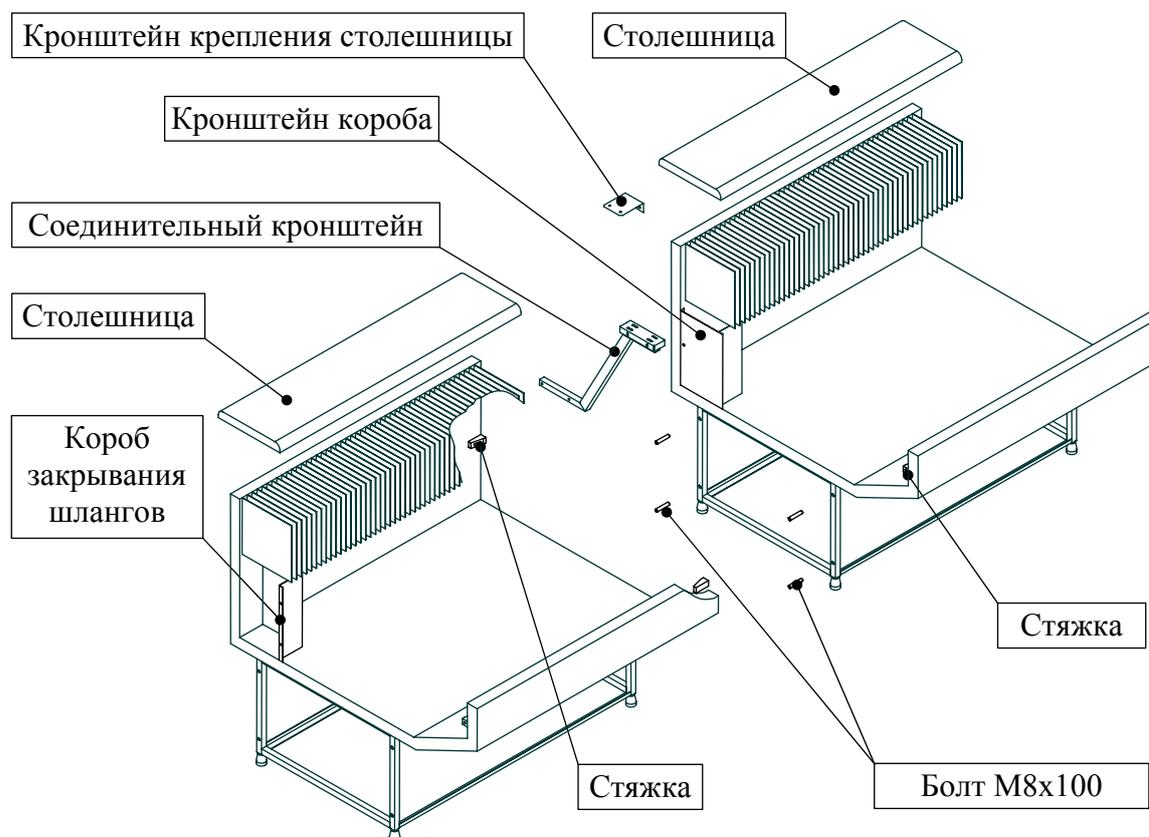
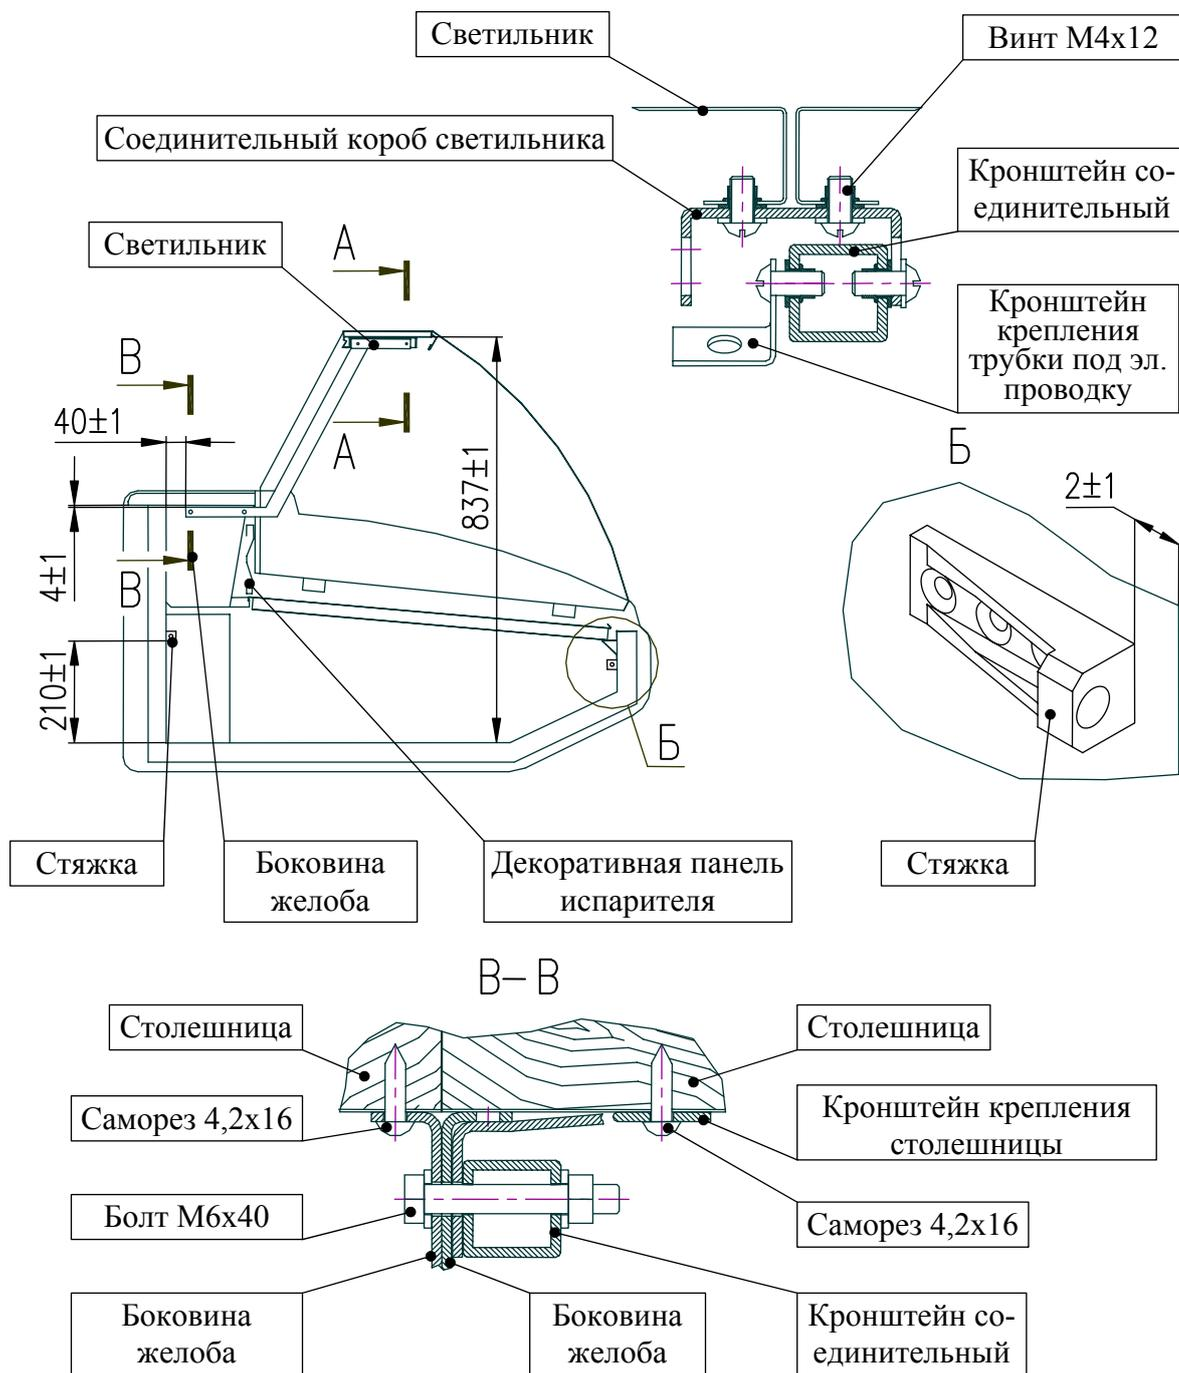

Рис. 10
Рис. 11
Для соединения холодильных витрин (далее витрин) в линию необходимо (см. рис. 10, 11):
- 2). Для крепления боковин желоба (см. рис. 11) к ванне необходимо заменить верхние саморезы 4.2x16 на саморезы 5x40.
- 3). Установить в указанных местах на ваннах (см. рис. 11) стяжки, применяя саморезы 5x40 со стороны отверстия под болт и саморезы 4.2x16 с противоположной стороны стяжки, предварительно засверлив отверстия Ø2 в пенозаливной ванне для захода самореза 5x40. Закрепить саморезами 4.2x16 кронштейн корпуса (см. рис. 10).
- 6). При помощи двух болтов М6х40 установить соединительный кронштейн, соединив вместе боковины желоба обеих витрин и кронштейн крепления столешницы, с правой стороны от продавца (далее с правой стороны) (см. рис. 10, рис. 11 разрез В-В), т.к. с левой стороны находится датчик терморпары.
соединительный короб к верхней полке кронштейна (см. рис. 11, сечение А-А). При соединении в линию более двух витрин подборку светильников повторить.
- 8). Установить светильник сопрягаемой витрины, фиксируя винтами М4х12 к соединительному коробу, согласно рис. 11.